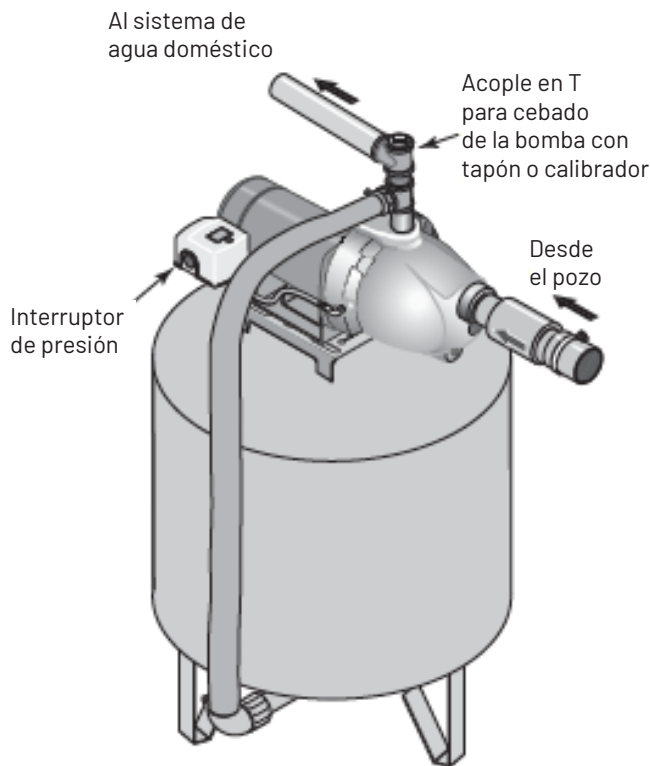

Figura 4: Conexiones del tanque previamente cargado
1. Instale dos acoples en T en el puerto de descarga de la bomba (Figura 4). El tamaño de la tubería debe ser al menos tan grande como el puerto de descarga.